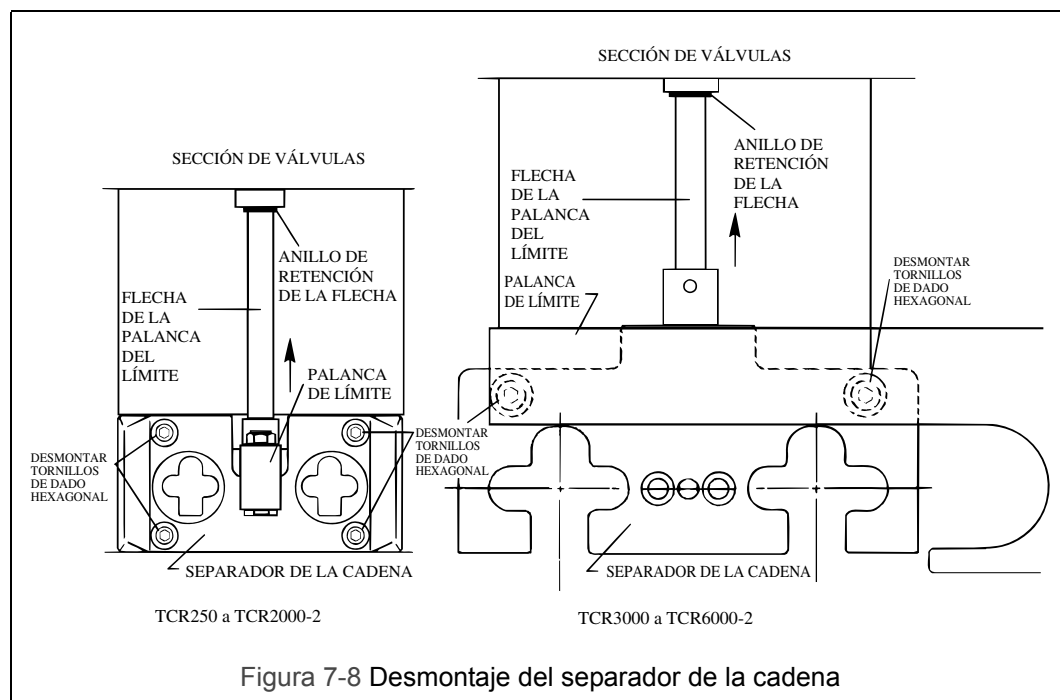

Figura 7-8 Desmontaje del separador de la cadena
7.5.1 Efectúe esta inspección desmontando el separador de la cadena y observando la polea de carga mientras opera el polipasto/tecle de cadena lentamente, sin carga, de acuerdo con las indicaciones descritas en la Sección 4.0 “Operación”. Consulte la Figura 7-8 y quite el separador de la cadena de la manera siguiente.